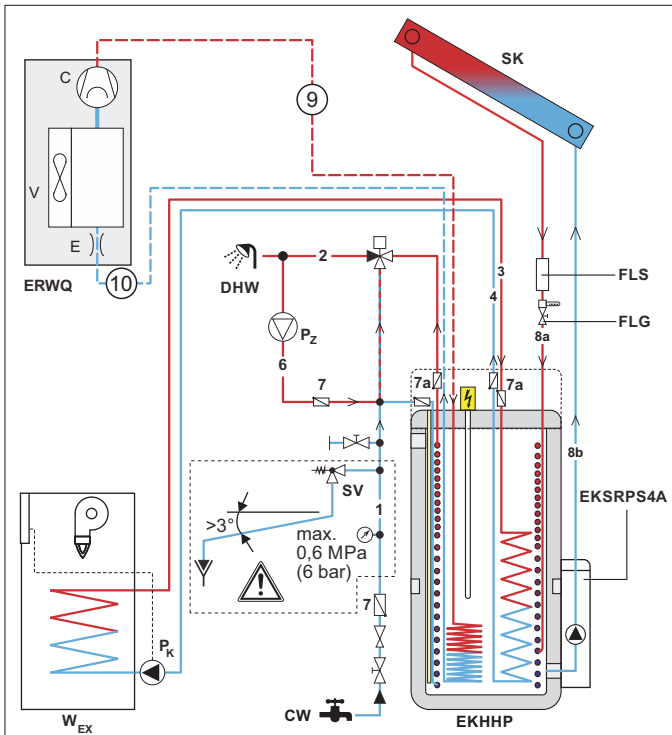

Bild 3-5 Hydraulischer Anschluss - Legende siehe Tab. 3-2 (Beispiel EKHHP500A\*2V3 mit  $p=0$  Solar und optionalem externem Wärmeerzeuger)
- 4 Hydraulische Anschlüsse an der DAIKIN EKHHP herstellen (siehe Bild 3-5).
Tab. 3-2 Legende zu Bild 3-5
- Hydraulische Systemeinbindung entsprechend Bild 3-5 ausführen.